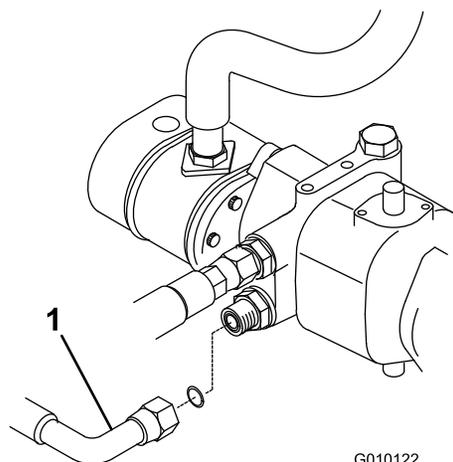

**Рисунок 5**
- Прикрепите сборные узлы кронштейна хомута шланга (зажимы для шлангов, крышки, кронштейны хомутов, винты с шестигранной головкой и контргайки) к раме четырьмя самонарезающими винтами (Рисунок 5).